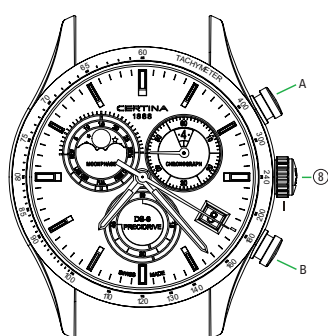

Рис. 3
**Считывание показаний 2 (см. рис. 3)**